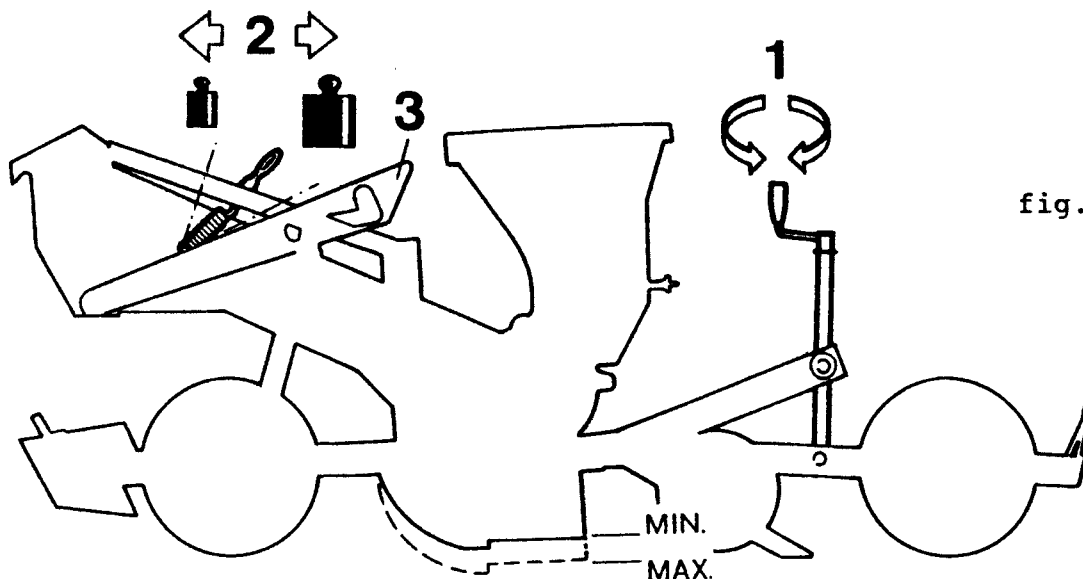

fig. 7
Check that planting units are perpendicular to the ground, by adjusting the length of the third point arm (fig.2). **DEPTH ADJUSTMENT.** It is important to place the seed at a proper depth to facilitate sprouting. Move the handle to vary the height of the shoe, thus determining seed depth (1, fig.7).
according to the different working conditions. Penetration into the soil is increased or decreased by varying the position of the spring (2, fig.7). **SEED PRESS WHEEL.** During planting, if the wheel (7, fig.6) creates clogging, it could be lifted and stopped with latch (13). To adjust pressure of seed coverers operate on their springs.
REGLAGE DE LA PROFONDEUR. pour une bonne émergence des plantules, il est très important que les graines soient mises en place à la profondeur exacte, en le lit de semence. En tournant la poignée de réglage, on fait varier dans le sens vertical la position du soc du semoir, déterminant par là la profondeur à laquelle les graines seront déposées (1, fig.7). L'échelle graduée n'indique pas la profondeur en centimètres, mais vous permet de régler tous les socs d'un même semoir à une profondeur identique. Après quelques mètres de semis, contrôler l'exactitude de la profondeur.
REGLAGE DE LA PRESSION DU SOC. La force de pénétration du soc dans le terrain dépend directement de la tension imprimée à le ressort. Diverses conditions de travail peuvent conduire à entreprendre un réglage différent de cette force de pénétration, autrement dit de la tension de ce ressort. Pour ce faire, tirer le ressort vers l'avant ou vers l'arrière, selon que vous voulez réduire ou augmenter la force de pénétration du soc (fig.7).